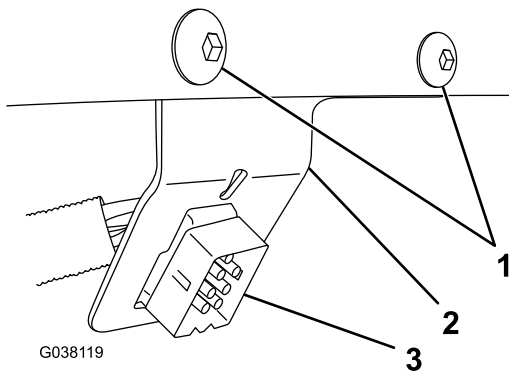

Figura 10
2. Pase el conector del controlador de la quitanieves y el cable negro/rojo por debajo del capó a la cabina del vehículo (Figura 10).
3. Instale el conector del controlador del quitanieves en el soporte del salpicadero, y sujete el soporte a la izquierda del volante usando 2 pernos autorroscantes (Figura 10).